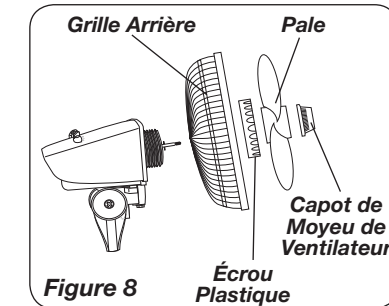
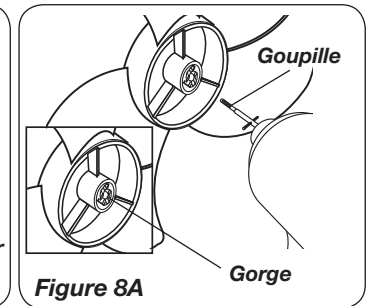

Figure 8
Figure 8A
3. Bien asseoir la Grille Arrière et la fixer avec L'Écrou Plastique en tournant dans le sens des aiguilles d'une montre. Glisser la Pale sur l'arbre du Moteur. (Figure 8) Aligner la Gorge du moyeu de la pale sur la Goupille de l'arbre du moteur. (Figure 8A)
- Fully seat Rear Grill and secure with Plastic Nut turning Clockwise. Slide Blade onto Motor Shaft. (Figure 8) Align Groove on blade hub with Pin on motor shaft. (Figure 8A)